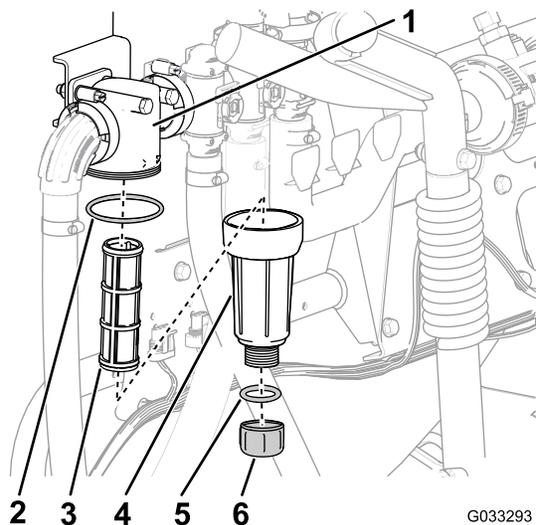

图60
2. 在压力式滤清器下放置一个排放盘 图60。
3. 逆时针旋转排油塞然后将其从压力式滤清器的油碗中取出 图60。
4. 逆时针旋转油碗然后将其从滤清器头中拿出 图60。
5. 拆下旧压力式滤清器的滤芯 图60。
6. 检查排油塞的O形圈在油碗内侧和油碗的O形圈在滤清器头内侧是否有磨损和损坏 图60。
7. 将新的压力式滤清器滤芯安装到滤清器头中 图60。
8. 将油碗安装到滤头上并用手紧固 图60。
9. 将排油塞安装到油碗上并用手紧固 图60。